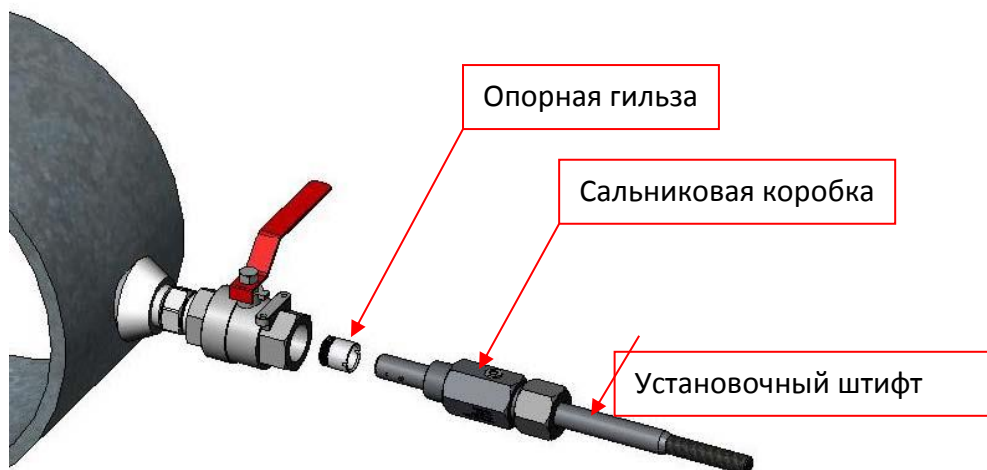

Рисунок 10-4: Установка опорной гильзы
- Наденьте пластиковую **опорную гильзу** на установочный штифт, зацепив паз гильзы установочным штифтом. Правильное положение гильзы - резьбовой частью направлением к трубе, как показано Рисунок 10-4.